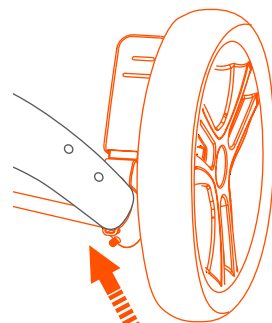

Fig. 4g
- Ensure the pins click completely into rear wheel and attach completely to the wagon frame bushing (Fig 4g).
- Asegúrese de que los pernos se traben por completo en la rueda trasera y se sujeten por completo en el casquillo del armazón del vagón (Fig 4g).
- Vous assurer que les goupilles s'enclenchent complètement dans la roue arrière et se fixent entièrement à la douille du cadre du wagon (Fig 4g).